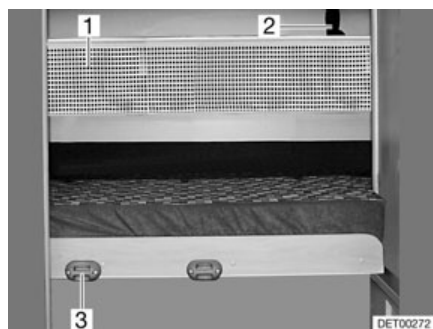

Fig. 104 Filet de sécurité
*Accrocher :* ■ Accrocher l'échelle de montée par les longerons sur le bandeau (Fig. 104,3) installé sur le cache.
**Filet de sécurité** Le filet de sécurité (Fig. 104,1) de série est rangé entre le matelas et le sommier à lattes. Ne tendre le filet de sécurité qu'une fois que la personne se trouve dans le lit.
*Tendre :* ■ Faire s'enclencher les sangles de retenue (Fig. 104,2) dans les œillets du plafond.